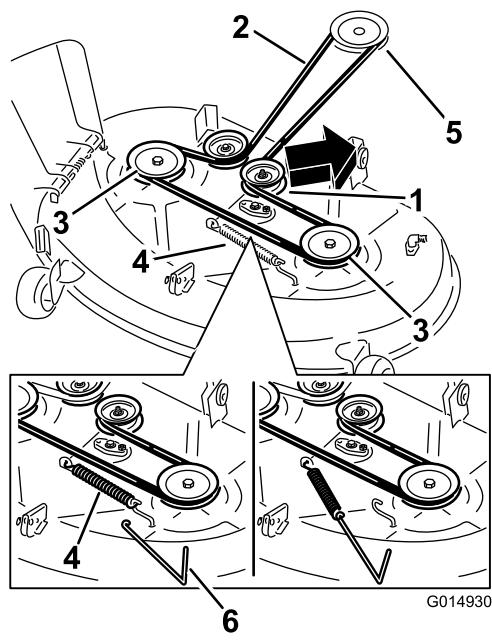
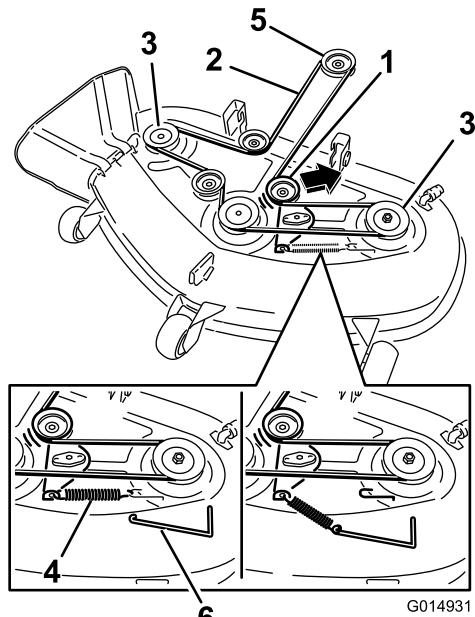

Bild 69
Bild 70
4. Entfernen Sie die Spannscheibenfeder mit einem Werkzeug zur Federentfernung (Toro Bestellnummer 92-5771) vom Mähwerkrahmen, um die Spannung von der Spannscheibe zu nehmen, und rollen Sie den Riemen von den Spannscheiben (Bild 69 und Bild 70).
5. Legen Sie den neuen Riemen um die Motor- und Mähwerkspannscheiben (Bild 70).
6. Setzen Sie die Spannscheibenfeder mit einem Werkzeug zur Federentfernung (Toro Bestellnummer 92-5771) auf den Mähwerkshaken, um die Spannscheibe und den Mähwerkriemen zu spannen (Bild 69 und Bild 70).